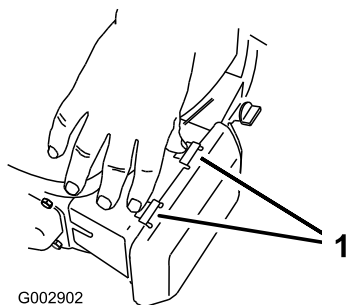

Рисунок 39
1. Нажмите книзу на язычки защелок наверху крышки воздухоочистителя (Рисунок 39).